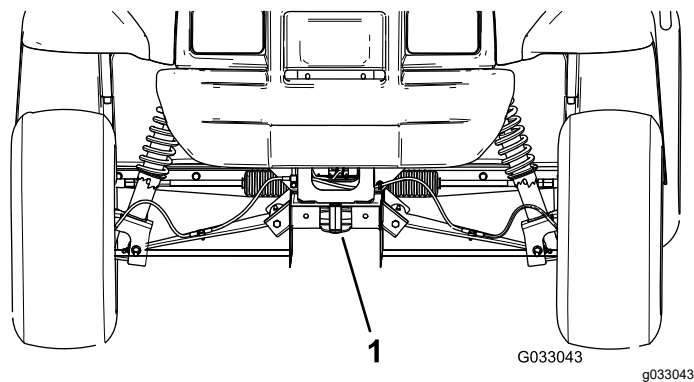

図 26
- 車両前部のジャッキアップポイントは、牽引トングの後ろのフレーム前部です 図 26。